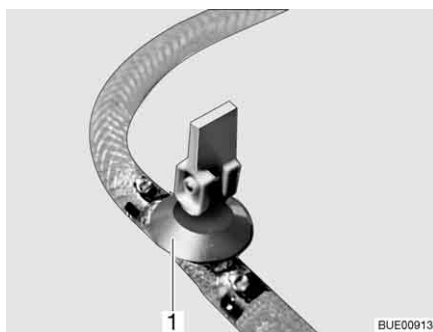
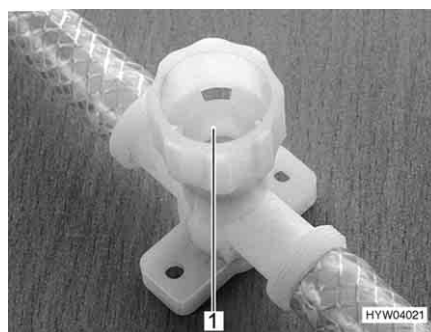

Bild 210 Avtappningskran (med vipparm)
Bild 211 Avtappningskran (med vred)
- Öppna alla avtappningskranar. Ställ för detta avtappningskranens vipparm (Bild 210,1) lodrätt eller vrid avtappningskranens kran (Bild 211,1) moturs.